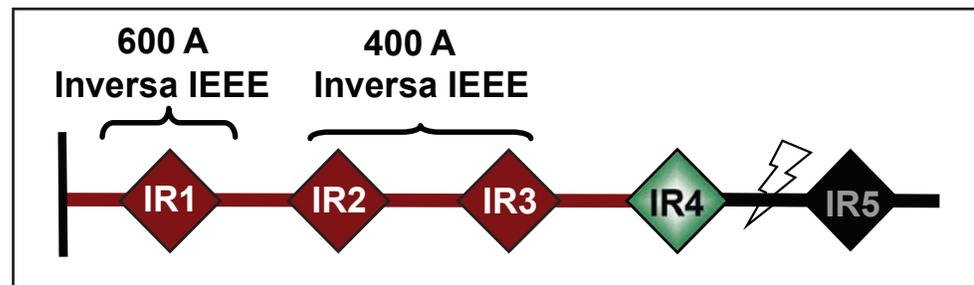

Figura 26. Falla permanente de la CEC; IR2 e IR3 regresan a la curva CEC rápida.
- IR2 e IR3 cambian de regreso a la curva rápida CEC original. Vea la Figura 26 en la página 44.